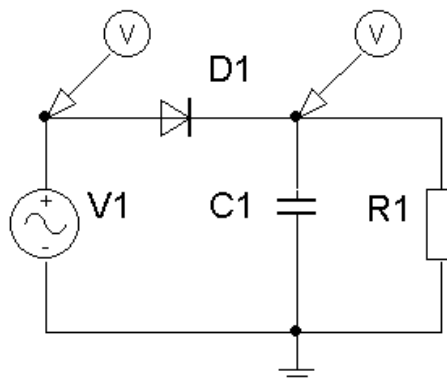

Рисунок 7 - Схема для моделирования однополупериодного выпрямителя.
1. В среде Multisim (OrCAD) собрать схему выпрямителя **без конденсатора** (рисунок 7).